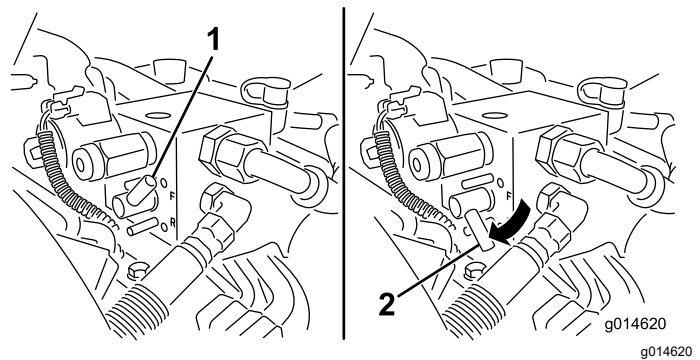

Figura 53
5. Rotiți maneta pentru ascuțire în poziția REVERSE (R - ÎN SPATE) (Figura 53).